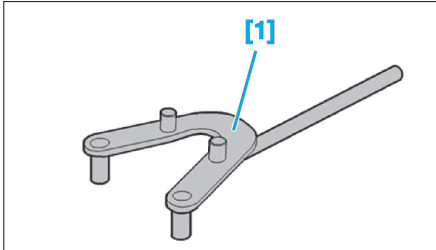

Fig. 62
- [1]. Outil d'immobilisation de la poulie d'arbre à cames (réf : 6016-T) (Fig.62).
- la vis de fixation (8) de la poulie d'arbre à cames (9) à l'aide de l'outil [1] (Fig.62),